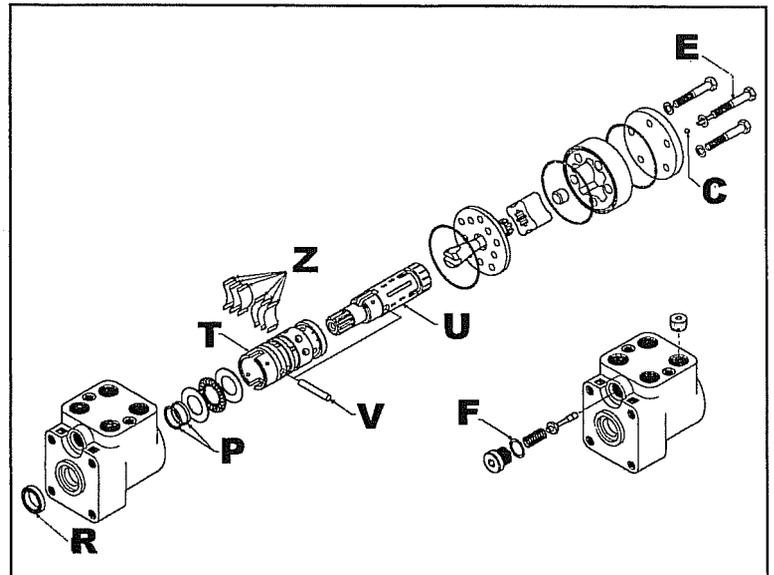
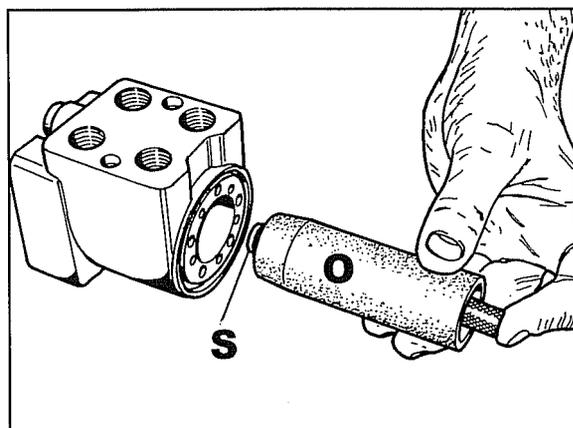
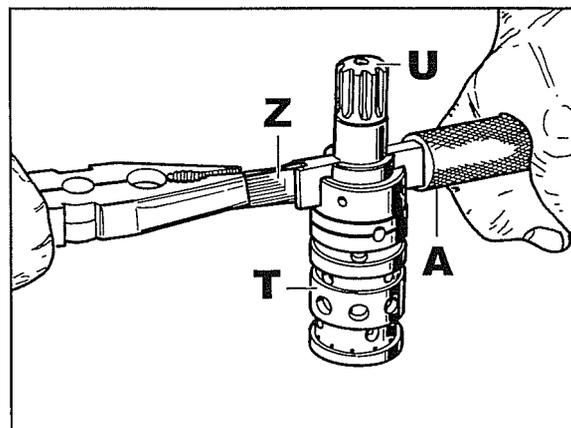

Abb. 61
Abb. 64
Abb. 65
4. Die Abb. 61 zeigt die Komponenten der Hydrolenkung.
- Das Spezialgerät **O** Abb. 64 benutzen, um den Kombi-Ring **P** und den Staubschutzring **R** Abb. 61 und 63 zu montieren.
- a. Den Ring auf den Innenbolzen **S** Abb. 64 des Geräts stecken.
- b. Den Innenbolzen wie in der Abb. 64 gezeigt drückt halten und den Ring in seine Aufnahme einführen.
- Den Zylinder des zentralen Verteilers vormontieren (Teile **T-U** Abb. 61 und 65), indem man den Stift **V** einsteckt und dann die Federn **Z** (Abb. 61 und 65) montiert, wie in der Abb. 65 illustriert.
Der Stift **V** Abb. 61 und 67 muß lotrecht im Bezug zur der Ebene stehen, die in der Abb. 67_1 gezeigt ist.
- Die Schraube **E** mit entsprechender Kugel **C** Abb. 61 ist in die Öffnung **D** Abb. 67 zu stecken.
- Der Dichtungsring **F** von Abb. 61 und 63, der zum Satz der Dichtungsringe gehört, ist zu benutzen, um den Ring des Überdruckventils zu ersetzen.